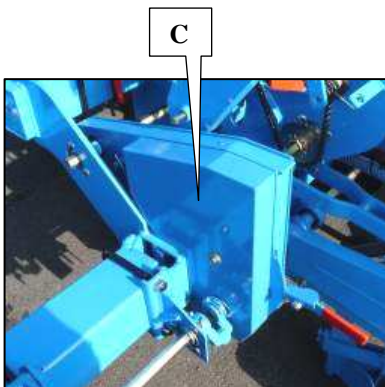

Fig. 1
1. Den Einsatz des Abstandsgehäuses entfernen (C Abb. 1).
1. Retirar el cárter de la caja de distancias (fig. 1, C).